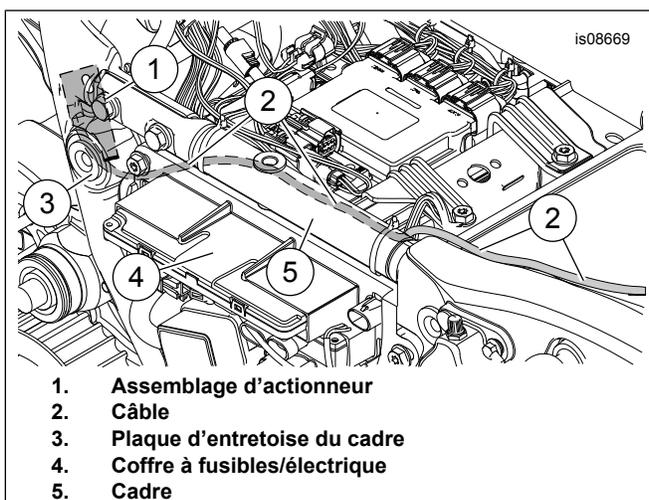

Figure 10. Acheminement du câble
17. Consultez Figure 10 . Acheminer le câble (2) sous l'entretoise.
18. Poursuivre l'acheminement du câble (2) entre le coffre à fusibles/électrique (4) et le cadre (5) vers le haut du garde-boue arrière et vers le support du dossieret.